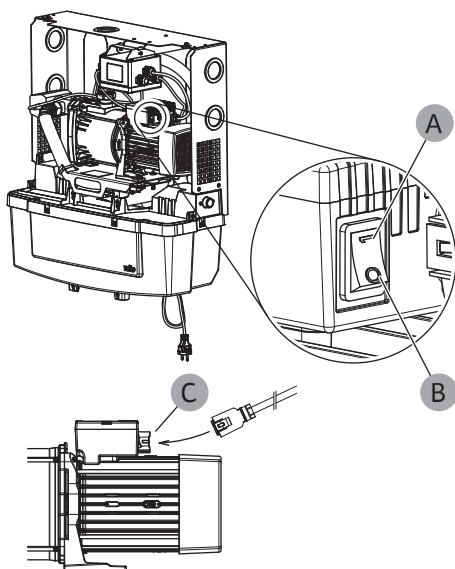

Fig. 22: Interruttore on/off e collegamento dell'alimentazione elettrica
4. Verificare che l'interruttore on/off della pompa sia posizionato su ON (Fig. 22 - A).
5. Verificare che la spina di alimentazione elettrica del motore (Fig. 22 - C) sia collegata correttamente.